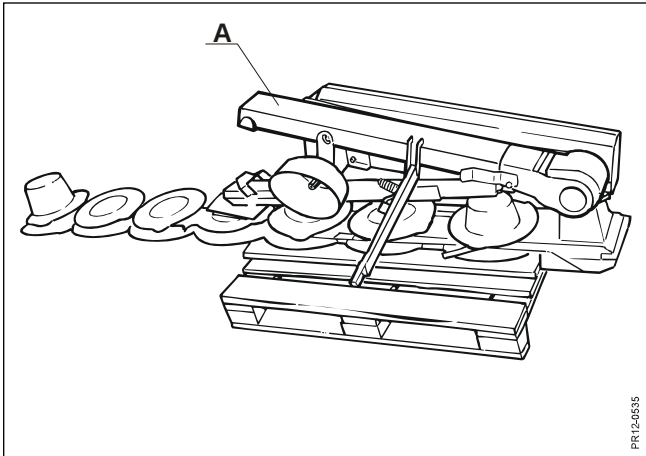

Fig. 1-1
- Fig. 1-1:** Ta lossa all delar från transportförpackningen. Rotorbalken skall dessförinnan ha satts fast mot transportpallen. Utliggarbommen A vippas över i arbetsläge.